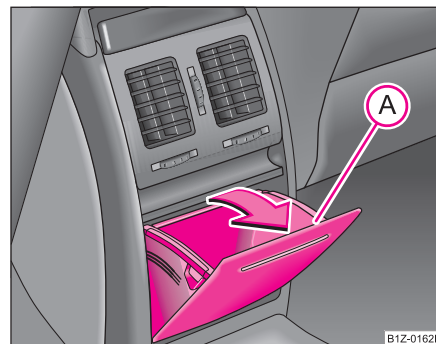

Fig. 108 Consola centrală spate: Compartiment de depozitare
- Deschideți compartimentul trăgând de marginea de jos **A** în sensul săgeții ⇒ fig. 108. ►